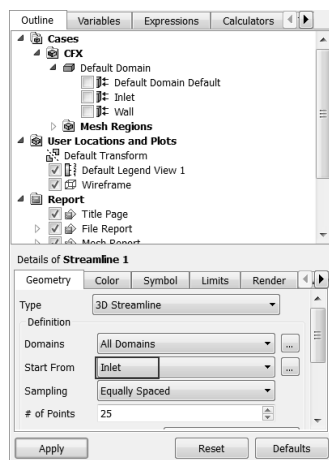

图 17-72 设置流迹线
Step3：在如图 17-72 所示的 Details of Streamline 1 面板的 Start From 栏中选择 Inlet 选项，其余默认，单击 Apply 按钮。